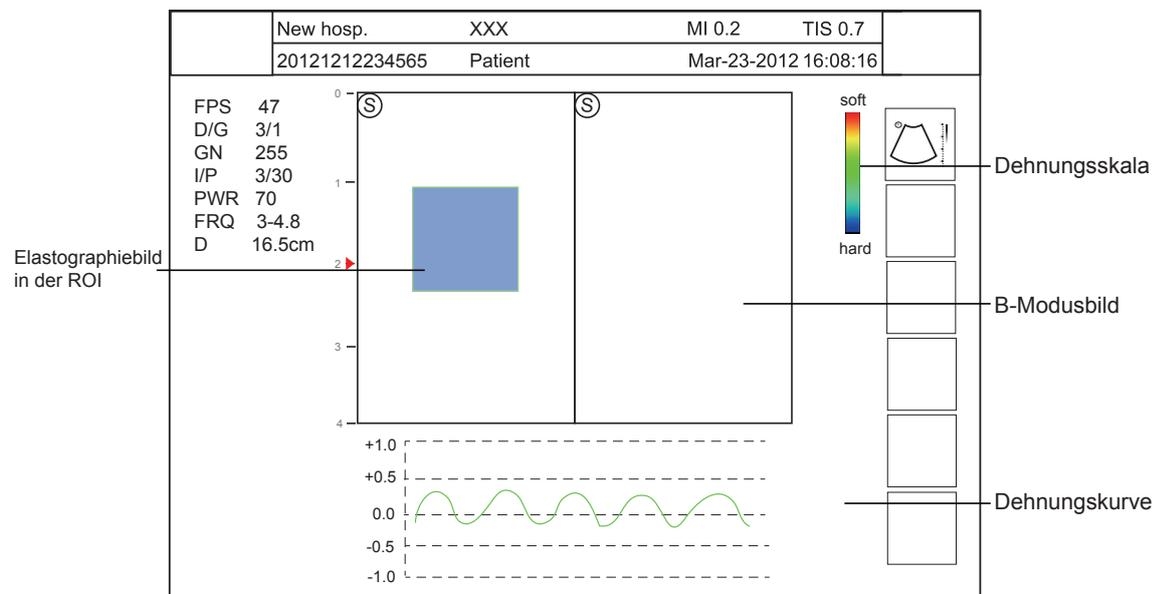

Abbildung 7-1 Bildschirm „Elastography Imaging“ (Elastographiebildgebung)
3. Auf die Taste **Elasto** (Elastographie) drücken, um die Elastographiebildgebung aufzurufen. Wie in Abbildung 7-1 gezeigt, werden das Elastographiebild auf der linken und ein B-Modusbild im Echtzeitmodus auf der rechten Seite angezeigt. Auf  oder  auf dem Bedienfeld drücken, um in die Einzelanzeige oder die doppelt aufgeteilte Anzeige zu wechseln.